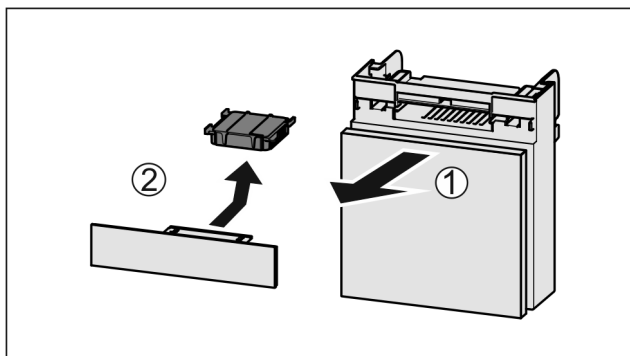

Fig. 152
- Vedä lokero etukautta pois Fig. 152 (1).
- Poista aktiivihiilisuodatin Fig. 152 (2).